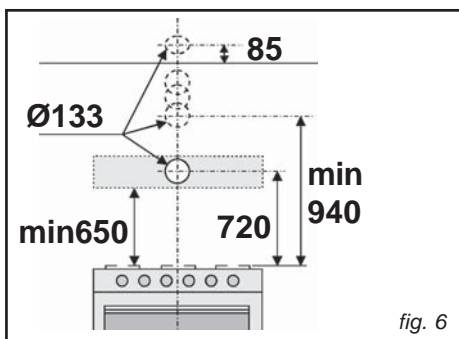

fig. 6
- Haga un agujero en la pared para la evacuación del aire (de 133 mm de diámetro), en referencia a la Fig. 6, que contiene las medidas de las diferentes posibilidades.